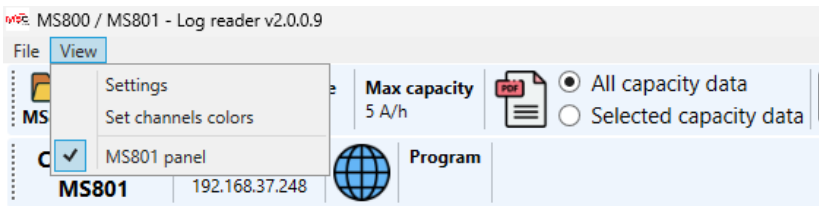

Figura 25
2. Para trabajar con el probador, debe activarse la opción «MS801 panel» (ver Figura 25).